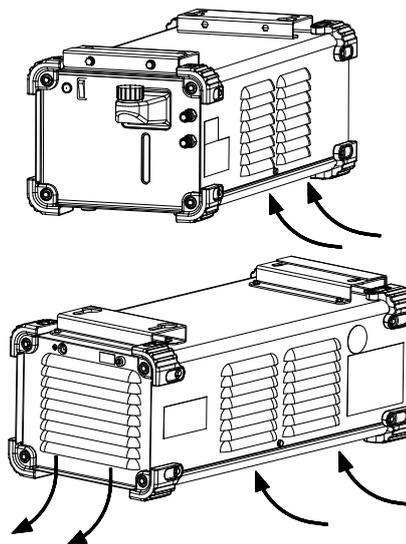

Figura 3.
9. Ranuras de ventilación: ofrecen una circulación adecuada del aire de ventilación (figura 3).